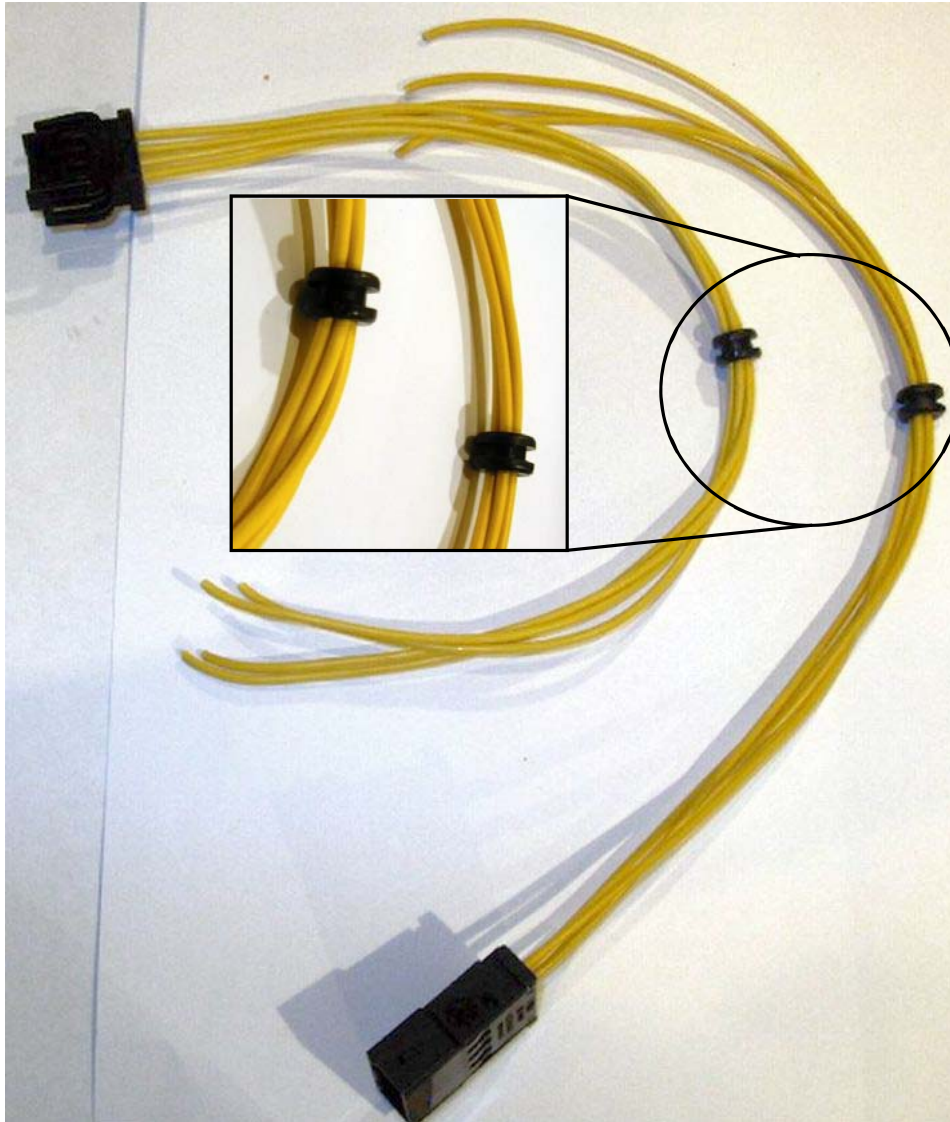
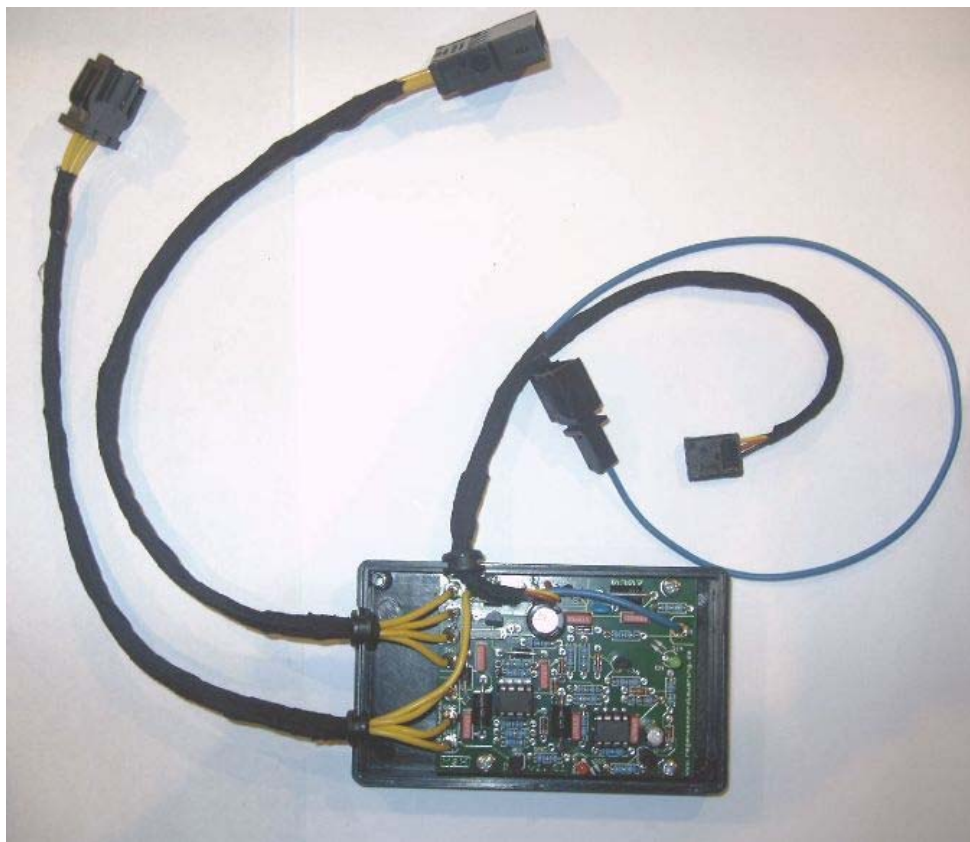

Bild 15: Kabeldurchführungstüllen aufschieben
Bild 19: Endmontierte Platine im Kunststoffgehäuse
Die Kabeldurchführungstüllen müssen über die vorkonfektionierten Anschlussleitungen gemäß Bild 15 geschoben werden. Die Tüllen sind für alle Bohrloch-Gehäuseöffnungen zu empfehlen.
**i** Das Bild 15 zeigt exemplarisch die Montage der Kabeldurchführungstüllen für die 4-poligen Bordnetz- und Motor-Anschlussleitungen. Ebenso sollte eine Tülle für die Regensensor-Anschlussleitung gemeinsam mit dem Anschluss für das Rückfahrsignal montiert werden (vgl. Bild 19 bei der Endmontage).
Idealer Weise wird das Gewebekband bis kurz vor die Lötstellen gewickelt und die Kabeldurchführungstüllen übergeschoben (vgl. Bild 19 bei der Endmontage).
Die Platine ist rechtsorientiert in das Gehäuseunterteil gemäß Bild 19 zu positionieren und festzuschrauben. Dabei die Schrauben nicht allzu fest anziehen, da diese sich andernfalls durchdrehen.